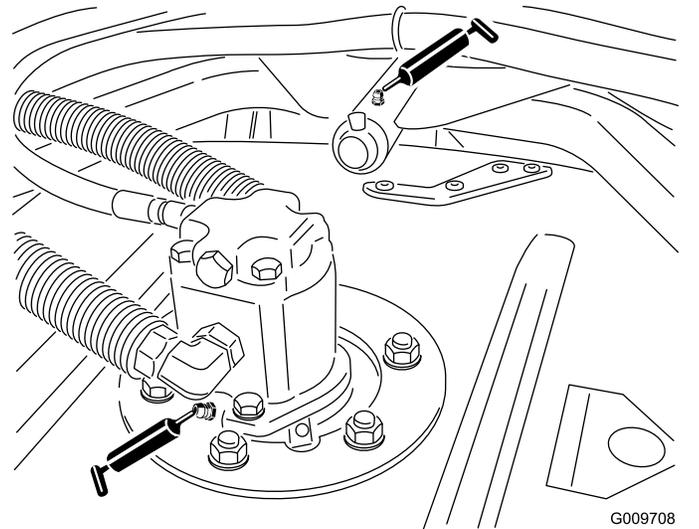

**Figura 78**
- Casquillos de brazo de elevación (1 por unidad de corte) tal y como se muestra en la Figura 78
- Casquillos de cilindro de elevación (2 por unidad de corte) tal y como se muestra en la Figura 78